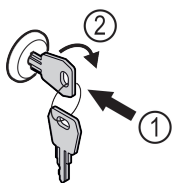

Fig. 122
- Пъхнете ключа. Fig. 122 (1)
- Завъртете го на 90° по посока на часовниковата стрелка. Fig. 122 (2)